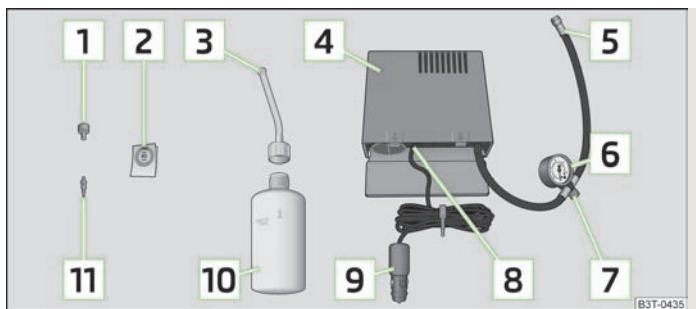

Fig. 180 Componentele setului
- Lipiți autocolantul » **fig. 180** pe planșa de bord, în câmpul vizual al șoferului.
- Scuturați de câteva ori bine recipientul de umplere a anvelopei » **fig. 180**.
- Înşurubaţi bine furtunul de presiune [5] » fig. 180 al compresorului de aer pe ventilul anvelopei.